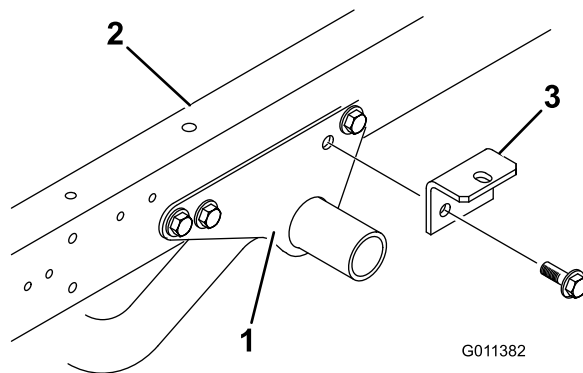

Figura 5
2. Sujete provisionalmente un soporte de montaje a cada soporte de montaje del bastidor del motor y al bastidor del vehículo Workman con los 2 tornillos con arandela prensada y las contratuercas con arandela prensada que retiró anteriormente en el paso 1 (Figura 5).
1. Retire los 2 tornillos con arandela prensada y las contratuercas con arandela prensada que sujetan la parte trasera de cada soporte de montaje del bastidor del motor al lado de cada bastidor del vehículo Workman (Figura 5).